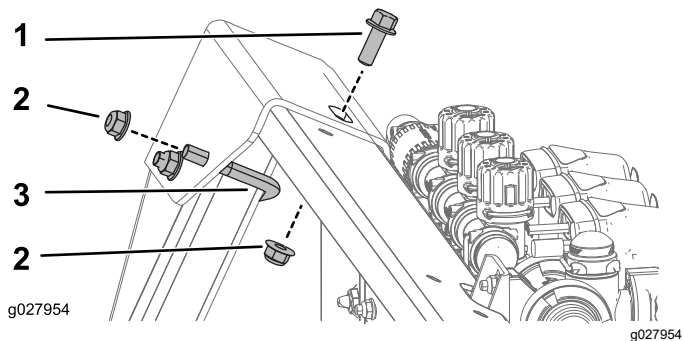

図 10
2. 上側ブラケットの裏側を 図 10 のように固定するUボルト1本、ボルト $\frac{3}{8}$ -16 x 1" 1本、フランジナット $\frac{3}{8}$ -16" 3個を使用する。